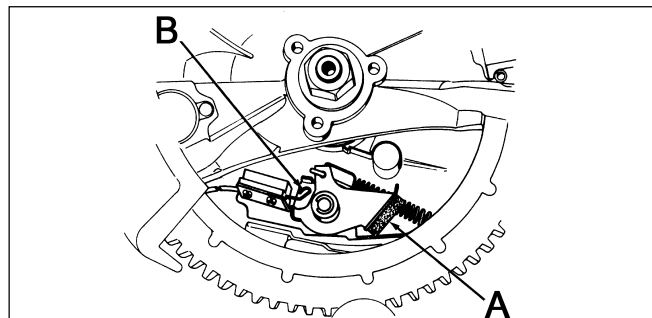

Fig. 2
- Pour démarrer le moteur (Fig. 2) il faut actionner la commande du frein. Cet actionnement éloigne le patin du frein du bord interne du volant (A) et déconnecte le circuit de masse (B).